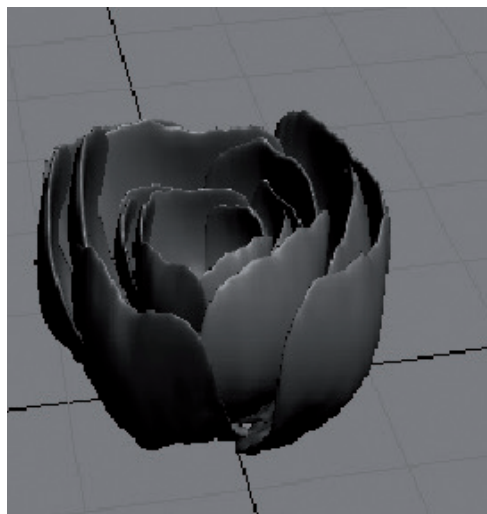

Рис. 39. Зашумление поверхности
- модификатор **Noise** (шум) используйте для того, чтобы лепестки сделать более естественными. В настройках модификатора установите **флажок Fractal** (фрактальный). Значение параметра **Strength** (сила действия) вдоль оси Z задайте равным 6,7, а значение параметра Scale (масштабирование), который определяет масштаб зашумления, подберите в зависимости от размеров модели (рис. 39) [4].
В окне Front создайте тор с пропорциональными для подвески и основными размерами. Переместите этот тор так, как показано на *рис. 39*.
Создайте кристалл любым известным способом и поместите в центр подвески (см. *рис. 39*). Все отредактируйте. Сохраните работу.